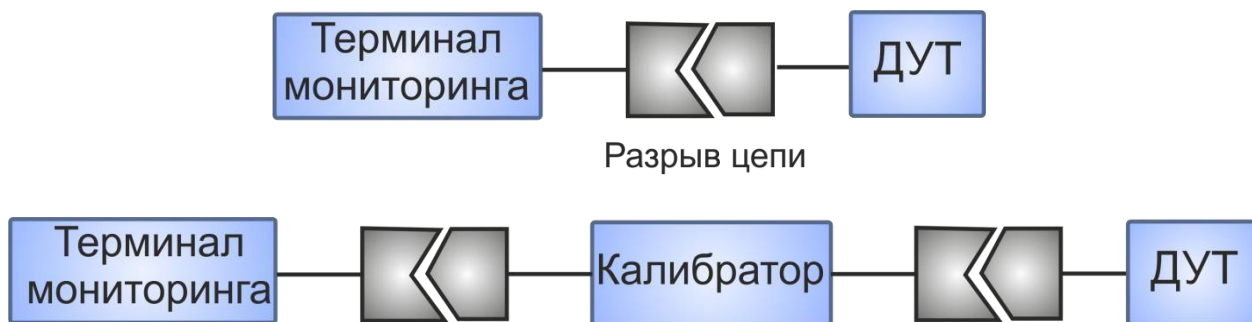

Рисунок 26 – Подключение калибратора в разрыв цепи «Терминал – ДУТ»
Калибратор выполнен в пластмассовом корпусе. Он содержит два разъёма для подключения его в разрыв цепи «Терминал – ДУТ» (рис. 26). Также имеется щуп, предназначенный для подключения к центральному электроду калибруемого датчика. На корпусе модуля калибровки расположены три светодиода разных цветов: красный – «не калиброван», жёлтый – «готов» и зелёный – «калиброван». Они сигнализируют о режиме работы калибратора.
3. Подключить ДУТ.А и калибратор согласно рис. 26. Подать питание на кабель, идущий от терминала. Должен загореться красный светодиод, если напряжение отличается от 0 В или зелёный, если напряжение равно 0 В (калибровка не требуется).